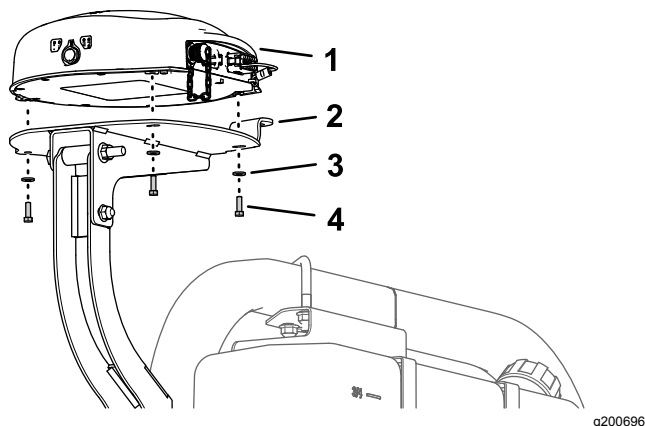

Рисунок 156
- Совместите три резьбовых отверстия в основании навигационного приемника с тремя отверстиями в креплении приемника (Рисунок 156).
- Установите приемник на крепление (Рисунок 156) при помощи трех болтов с шестигранными головками (5 x 16 мм) и трех шайб (5 мм).